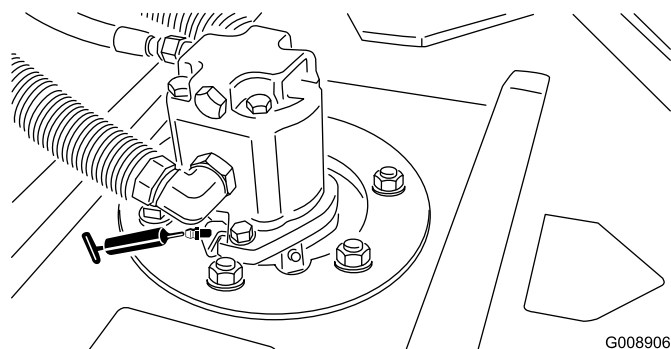

Рисунок 35
- Подшипники шпинделя режущего блока (по 2 шт. на режущий блок) (Рисунок 35)